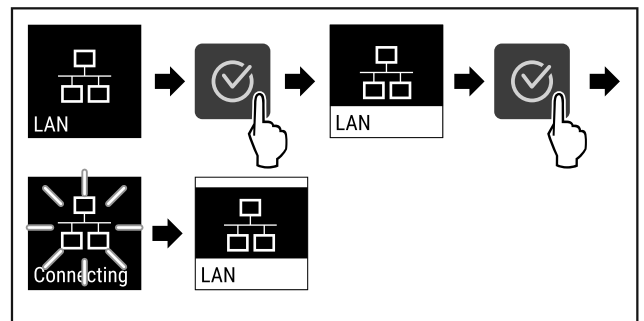

Fig. 91
- ▶ Hajtsa végre a művelet lépéseit (lásd Fig. 91) .